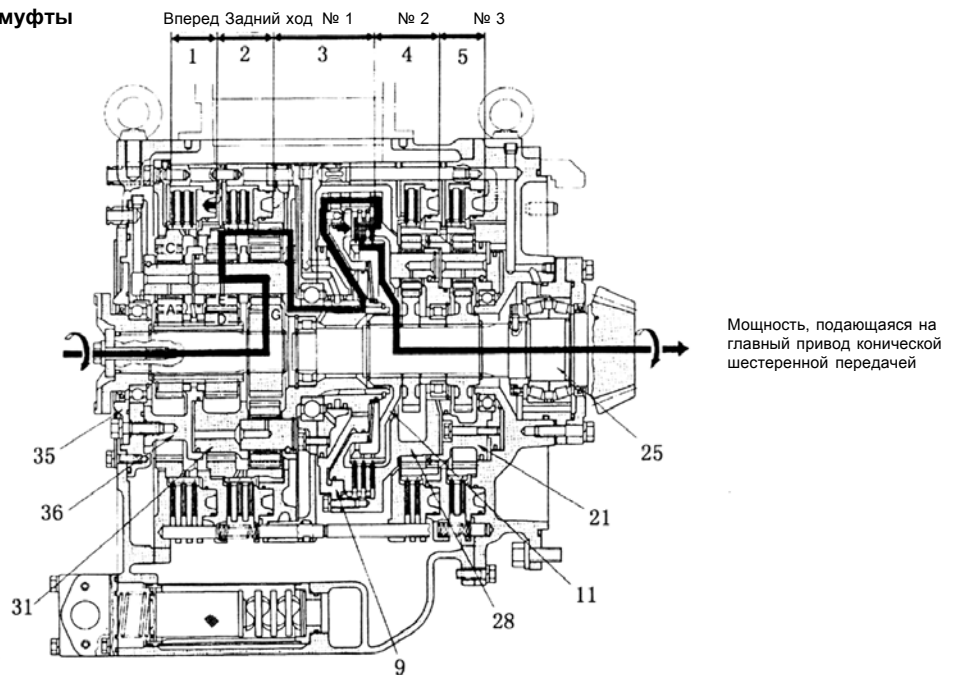

Рис. 5-22.
1. Движение вперед, первая скорость (Рис. 5-22).